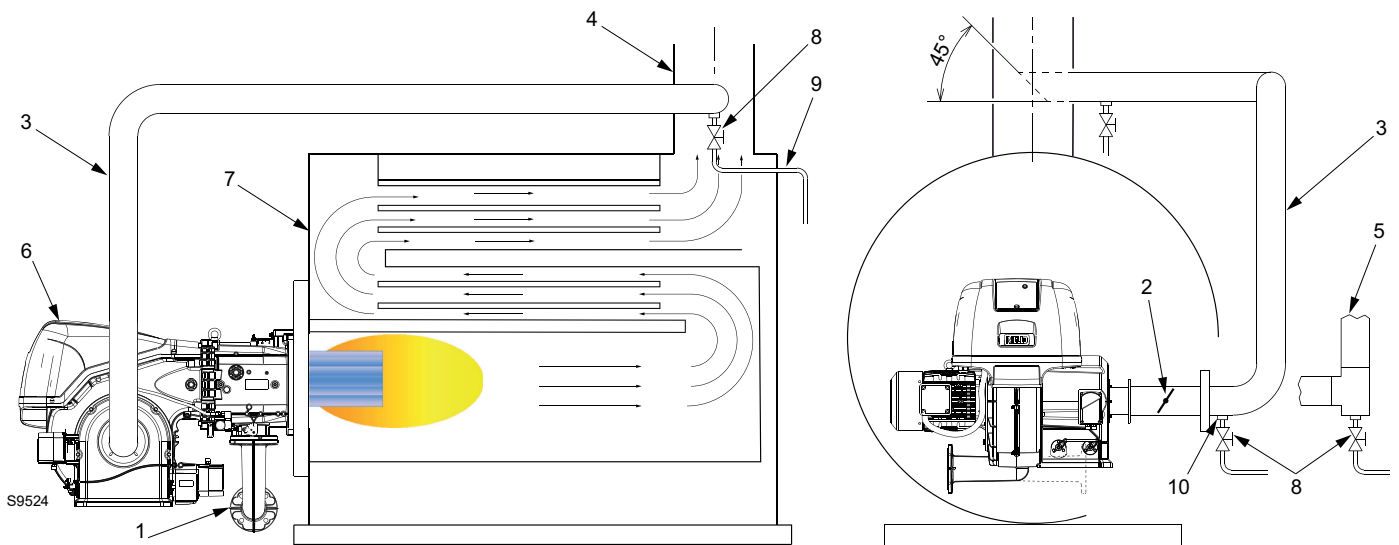

Fig. 17
- Normalmente il condotto andrebbe collegato al camino come mostrato in Fig. 17, formando un angolo di 45° rivolto verso il flusso dei fumi e con il centro dell'angolo situato al centro del camino.
Legenda (Fig. 17)